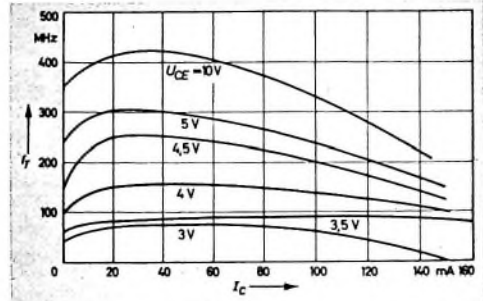

Bild 4 Grenzfrequenzkurven  $f_T$  als Funktion von Strom und Spannung beim 2N2218A in linearem Maßstab
Bild 4 zeigt für den Transistor 2N2218A, einen „Annular-Epitaxial-Planar-Star-Typ“, der von Fairchild, Motorola und Texas Instruments
Man entnimmt Bild 4, daß der Maximalstrom im System 85 mA, der Betriebsstrom 84 mA betragen sollte. Die Kurve mit  $f_T = 72$  MHz kann durch eine Exponentialgleichung
Den Zahlenwert  $\beta$  gewinnt man, indem man ihn so wählt, daß Gl. (13) auch die Kurve im Bild 4 beschreibt.